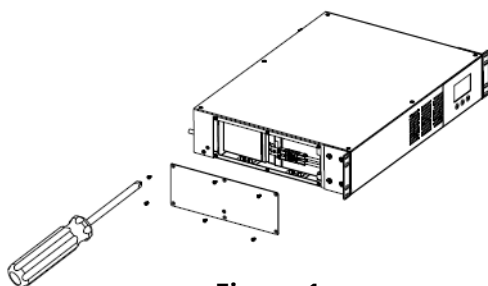

Figure 1
2. Retirez les six vis d'ancrage qui maintiennent le couvercle du compartiment à piles sur le côté gauche de l'onduleur. Enlevez le panneau et mettez-le de côté (FIG. 1).